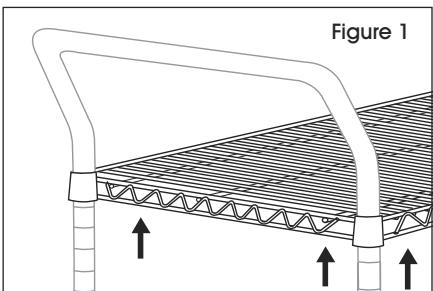

Figure 1
1. Faites glisser la tablette supérieure le long des montants, une extrémité à la fois, avec les poignées orientées vers l'extérieur. (Voir Figure 1)